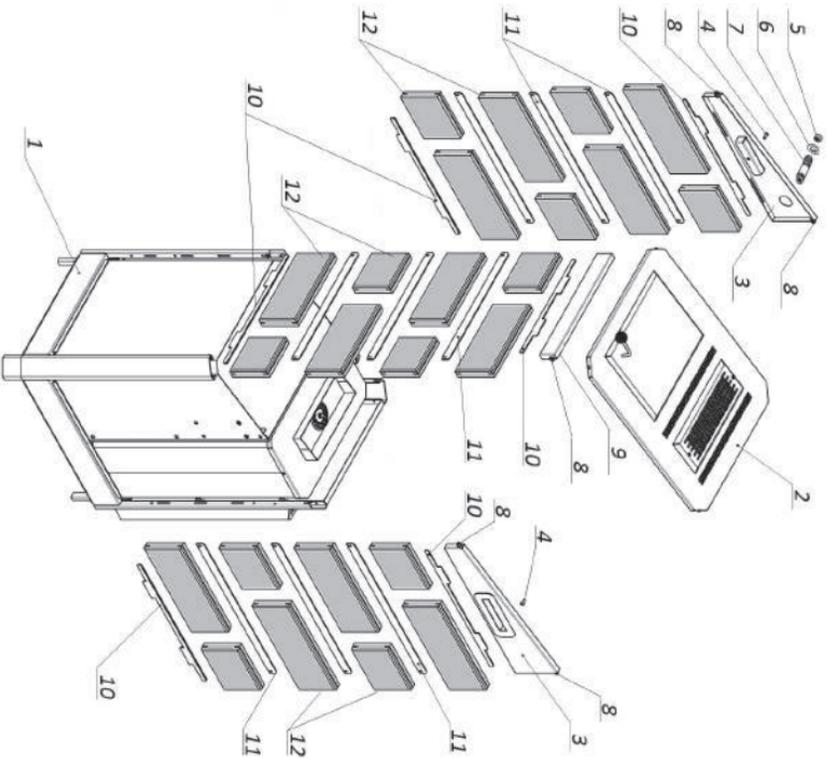
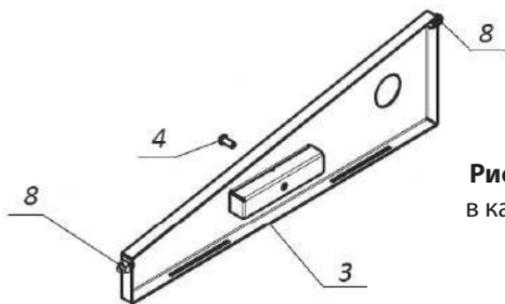

Рис. 9 Схема сборки каменной облицовки Паротермальной электрической печи «ПАРИЖАР-6,25 кВт». Облицовка печей другой мощности собирается по аналогии
Рис. 10 Боковая стенка корпуса ЭНУ в каменной облицовке (вид изнутри)
2.1.3.1 Внимание! Прежде чем устанавливать каменную облицовку необходимо подключить электрическую печь к электрической и водопроводной сетям выполнив пункты 2.1.1 и 2.1.2 данного Руководства. Установить печь на место её эксплуатации. Схема сборки каменной облицовки представлена на рис. 9.
2.1.3.2 Распаковать и рассортировать по длинам каменные плитки (поз. 12, рис. 9) и металлические вставки (поз. 10 и 11, рис. 9) на переднюю и боковые стенки ЭНУ.
2.1.3.3 Снять верхнюю крышку (поз. 2, рис. 9). Для этого открутить 4 самонарезных винта на угловых торцах крышки. Отвернуть пробку (поз. 5, рис. 9) и декоративную гайку (поз. 6, рис. 9), после этого выкрутить шуруп отбора пара (поз. 7, рис. 9). Выкрутить из боковых ручек винты (поз. 4, рис. 9, рис. 10). Во внутренней полости уголков корпуса ЭНУ ослабить гайки крепления (поз. 8, рис. 9, рис. 10) передней (поз. 9, рис. 9) и боковых (поз. 3, рис. 9, рис. 10) стенок. Потянув вверх снять боковые и переднюю стенки.
2.1.3.4 Установить металлические вставки с выступами (поз. 10, рис. 9) на панели основания (поз. 1, рис. 9) совместив выступающие части планок с вырезами в панелях. Установить каменные плитки (поз. 12, рис. 9) первого ряда со всех трёх сторон, надев плитку прорезью на вставку (поз. 10, рис. 9). В прорези установленных плиток вложить металлические вставки (поз. 11, рис. 9) и установить второй ряд плиток. Следующие ряды каменных плиток устанавливаются аналогично. После установки последнего (верхнего) ряда плиток в их прорези укладываются металлические вставки с выступами (поз. 10, рис. 9). Схемы установки декоративных, каменных плит показаны на рисунке 11.
2.1.3.5 Установить боковые (поз. 3, рис. 9, рис. 10) и переднюю (поз. 9, рис. 9) стенку совместив выступы металлических вставок (поз. 10, рис. 9) с прорезями в нижних гранях стенок. Затянуть гайки крепления (поз. 8, рис. 9, рис. 10). Завернуть винты (поз. 4, рис. 9, рис. 10) в ручки боковых стенок.
2.1.3.6 Используя ленту Фум ввернуть в парогенератор штуцер отбора пара (поз. 7, рис. 9). На штуцер установить декоративную гайку (поз. 6, рис. 9), после этого навернуть пробку (поз. 5, рис. 9).
2.1.3.7 Установить и закрепить саморезами верхнюю крышку (поз. 2, рис. 9).